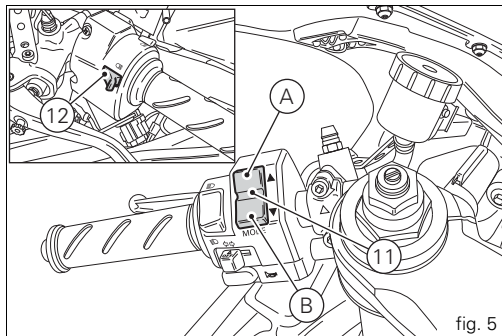

fig. 5
12) HIGH-BEAM FLASH BUTTON FLASH (fig. 5)